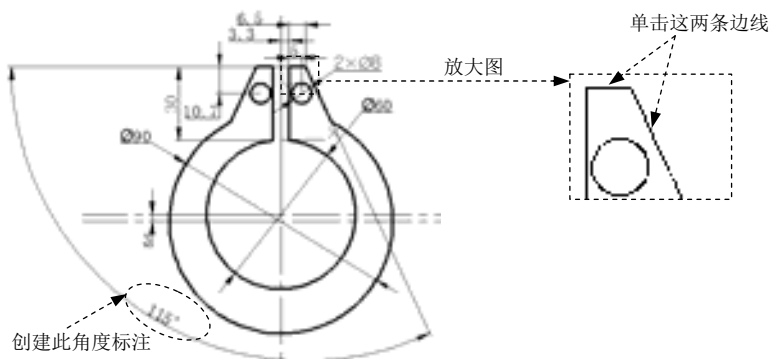

图 17.2.18 创建角度标注
Step5. 创建图 17.2.18 所示的角度标注。选择下拉菜单 **标注(D)** → **角度(A)** 命令，单击图 17.2.18 所示的两条边线，在绘图区的左下角空白区域单击一点，确定尺寸放置的位置。